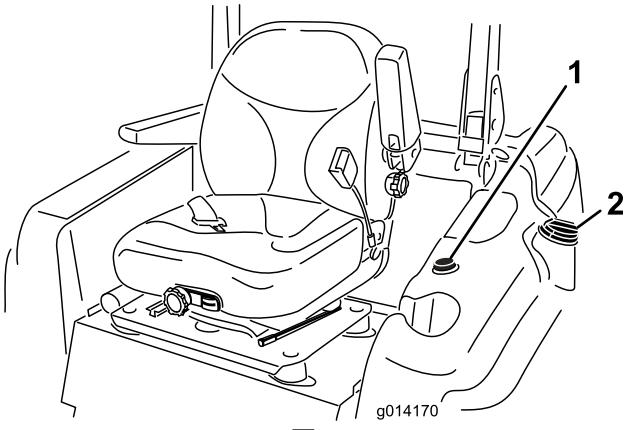

図9
- 燃料タンクのキャップの周囲をきれいに拭いてからキャップを取る図9。